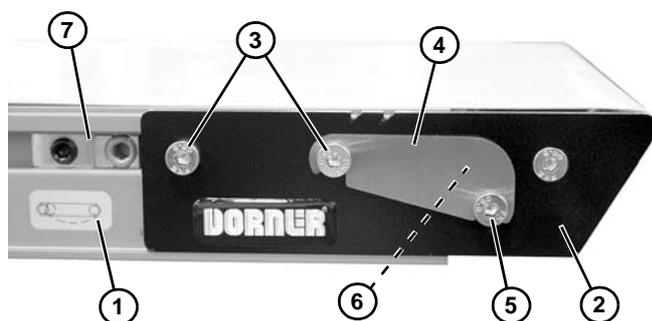

Figure 57
- Sur l'extrémité où se trouve le tendeur de bande, identifiée par , (**Figure 57, élément 1**) régler l'ensemble de plaque de tête (**Figure 57, élément 2**) :
- Sur les deux côtés du convoyeur, desserrer les vis de fixation (**Figure 57, élément 3**).
- Si le convoyeur est équipé d'un couvercle antipoussière (**Figure 57, élément 4**), desserrer la vis (**Figure 57, élément 5**) et retirer le couvercle sur les deux côtés du convoyeur. Serrer la vis (**Figure 57, élément 5**).
- Tourner l'engrenage à pignons (**Figure 57, élément 6**) pour régler l'ensemble de plaque de tête.
- Après réglage d'une tension correcte, serrer au couple de 7 N.m les vis de fixation (**Figure 57, élément 3**) sur les deux côtés du convoyeur.
- Si le convoyeur en est équipé, installer les couvercles antipoussières (**Figure 57, élément 4**).
- Si le convoyeur est équipé de rives de guidage (**Figure 57, élément 7**), positionner la bande et régler sa course. Voir « Guidage de la bande du convoyeur » dans la section suivante.